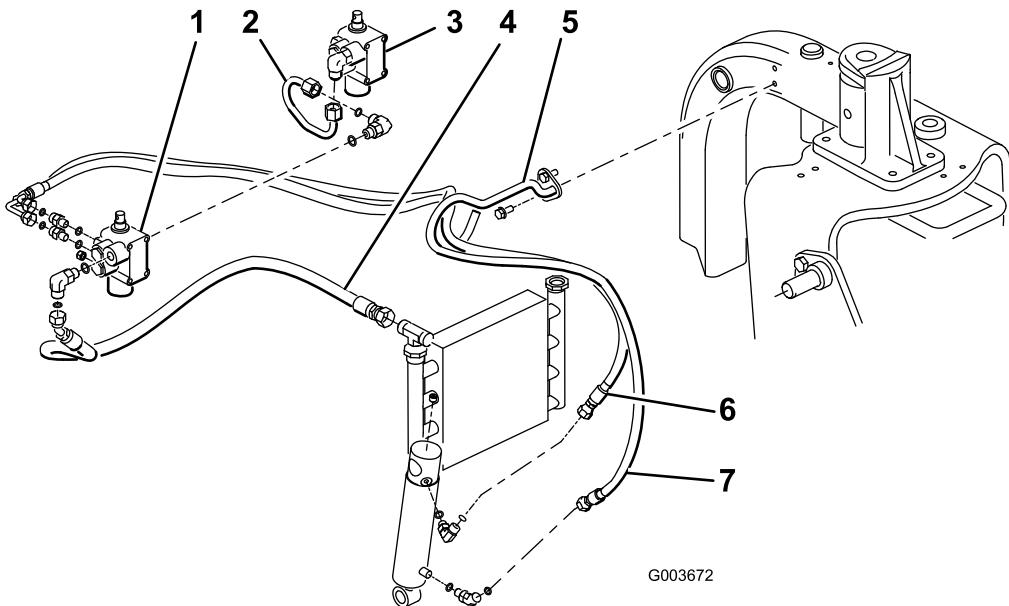

Figure 14
Remarque: Pour minimiser la perte d'huile lors du retrait du tube hydraulique, ayez le flexible de rechange à portée de la main ou bouchez le raccord du refroidisseur avec un des bouchons de protection utilisés pour le transport et enlevés de l'ensemble tube (Réf. 108-8447) (Figure 14).
4. Raccordez l'ensemble tube (Réf. 108-8447) au raccord à 90 degrés sur le côté gauche de la soupape neuve et le raccord libre sur la soupape de levage existante (Figure 14).
5. Raccordez le côté raccord à 45 degrés du flexible hydraulique (Réf. 108-8449) au raccord à 90 degrés sur le côté droit de la soupape et l'extrémité droite du flexible au raccord de refroidisseur d'huile libre (Figure 14). Reportez-vous aux Figure 15 et Figure 16 pour acheminer le flexible correctement.
6. Montez le support de flexible en plastique sur le tube de bâti gauche avec 2 vis autotaraudeuses (5/16 x 3/4 pouce) (Figure 14).
7. Raccordez le côté court avec le raccord à 90 degrés du flexible hydraulique (Réf. 108-8453) au raccord droit supérieur à l'arrière de la soupape. Passez le flexible dans le support métallique et raccordez l'extrémité droite du flexible au raccord supérieur du vérin hydraulique (Figure 14). Reportez-vous aux Figure 15 et Figure 16 pour acheminer le flexible correctement.
8. Raccordez le côté long avec le raccord à 90 degrés du flexible hydraulique (Réf. 108-8454) au raccord droit inférieur à l'arrière de la soupape. Passez le flexible dans le support métallique et raccordez l'extrémité droite du flexible au raccord inférieur du vérin hydraulique (Figure 14). Reportez-vous aux Figure 15 et Figure 16 pour acheminer le flexible correctement. Veillez à ne pas faire passer les flexibles près de composants coupants, chauds ou mobiles.